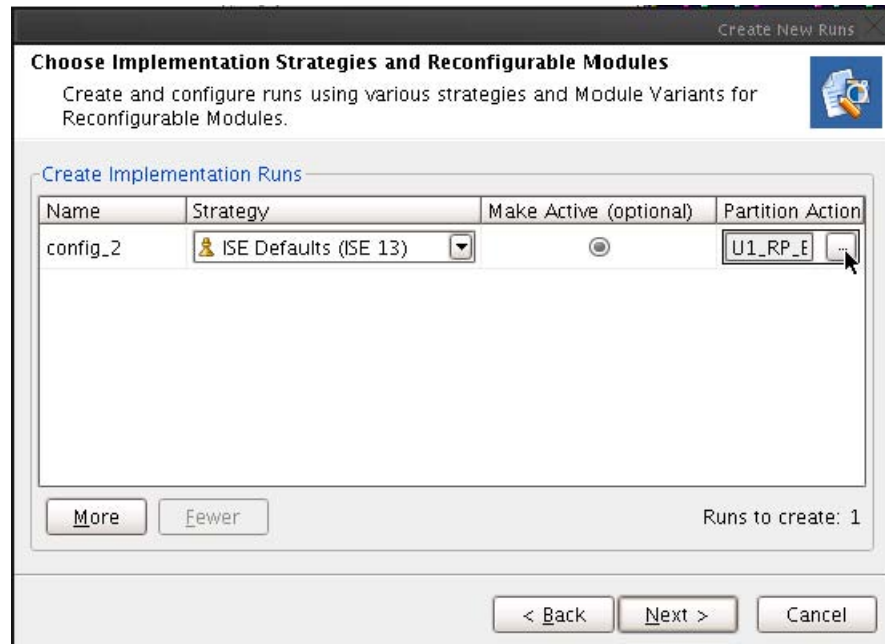

図 24 : インプリメンテーション run の作成
5. [Partition Action] 列の  ボタンをクリックし、[Specify Partition] ダイアログ ボックスを開きます (図 24)。